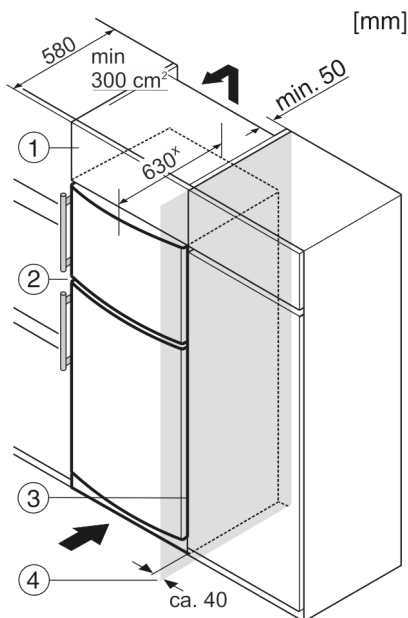

Fig. 9
O aparelho pode ser envolvido pelo mobiliário de cozinha. Para ajustar o aparelho Fig. 9 (2) à altura dos armários de cozinha, é possível criar um armário suplementar Fig. 9 (1) sobre o aparelho.
No caso de uma instalação com armários de cozinha (profundidade máx. 580 mm) o aparelho poderá ser instalado imediatamente ao lado do armário de cozinha Fig. 9 (3). O aparelho projecta-se de cada lado 34 mm\* e na parte central 50 mm\* em relação à frente do armário de cozinha.
Se o aparelho for montado com as dobradiças junto a uma parede Fig. 9 (4), a distância mínima entre o aparelho e a parede deverá ser de, no mínimo, 40 mm. Esta distância corresponde à saliência da pega com a porta aberta.